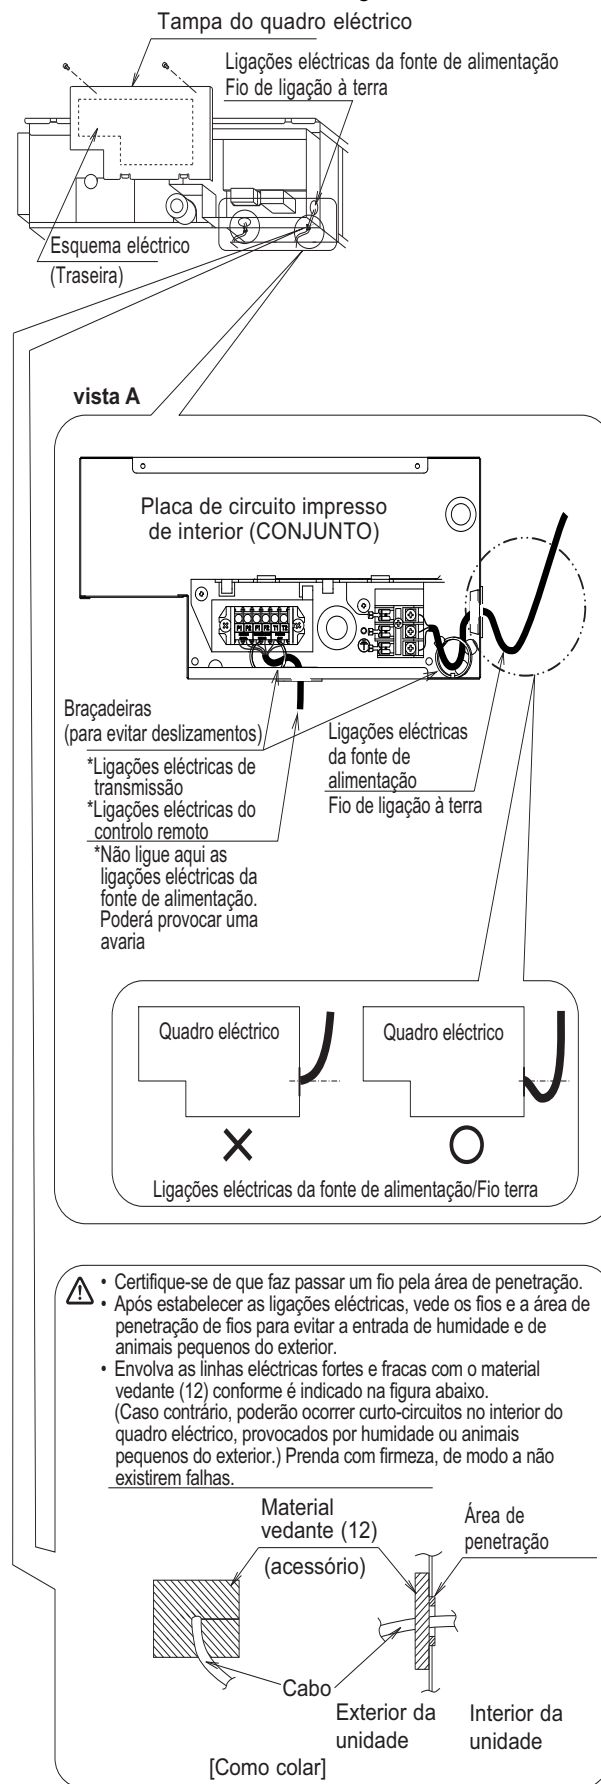

Fig. 17
Prenda bem os cabos com as braçadeiras (9) (10) disponibilizadas como acessórios Fig. 17 para que não seja aplicada tensão sobre as áreas de ligação dos cabos.
- Ligue somente depois de retirar a tampa da caixa de controlo, conforme ilustrado na Fig. 17, referente à vista A.